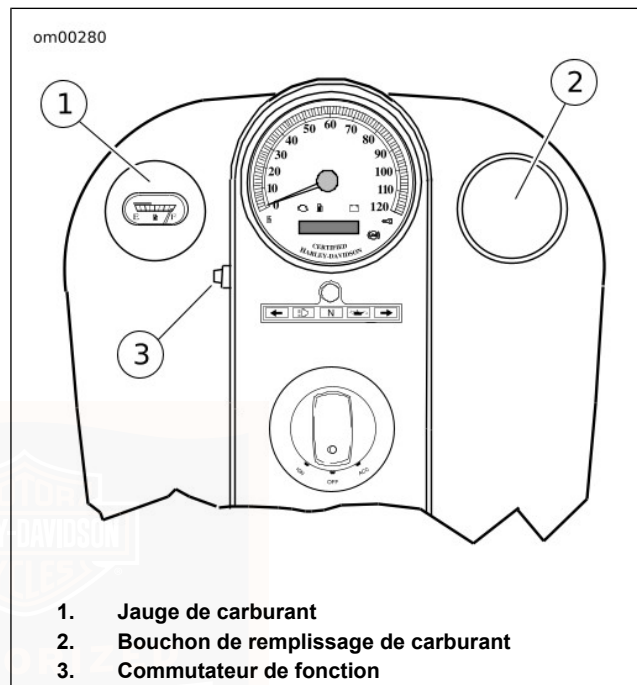

Figure 17. Réservoir de carburant : FLHR/FLHC
- Voir Figure 17. Sur les modèles FLHR/FLHRC, le bouchon de remplissage de carburant se trouve sur le côté droit du réservoir de carburant. Le capuchon situé sur le côté gauche est la jauge de carburant et n'est pas amovible.